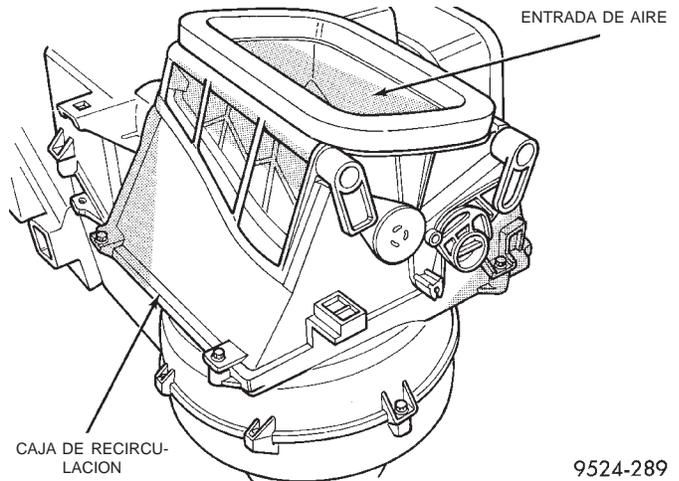
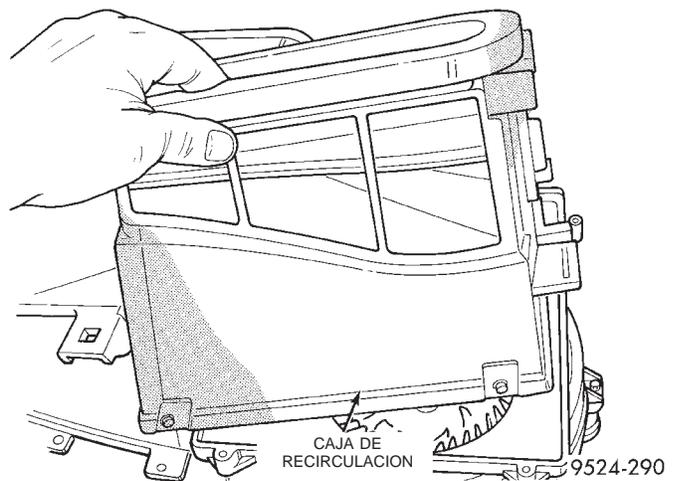

Fig. 77 Entrada de aire de recirculación
Fig. 78 Desmontaje de la caja de recirculación
(3) Retire la caja de entrada de aire de recirculación superior (Fig. 77) y (Fig. 78).